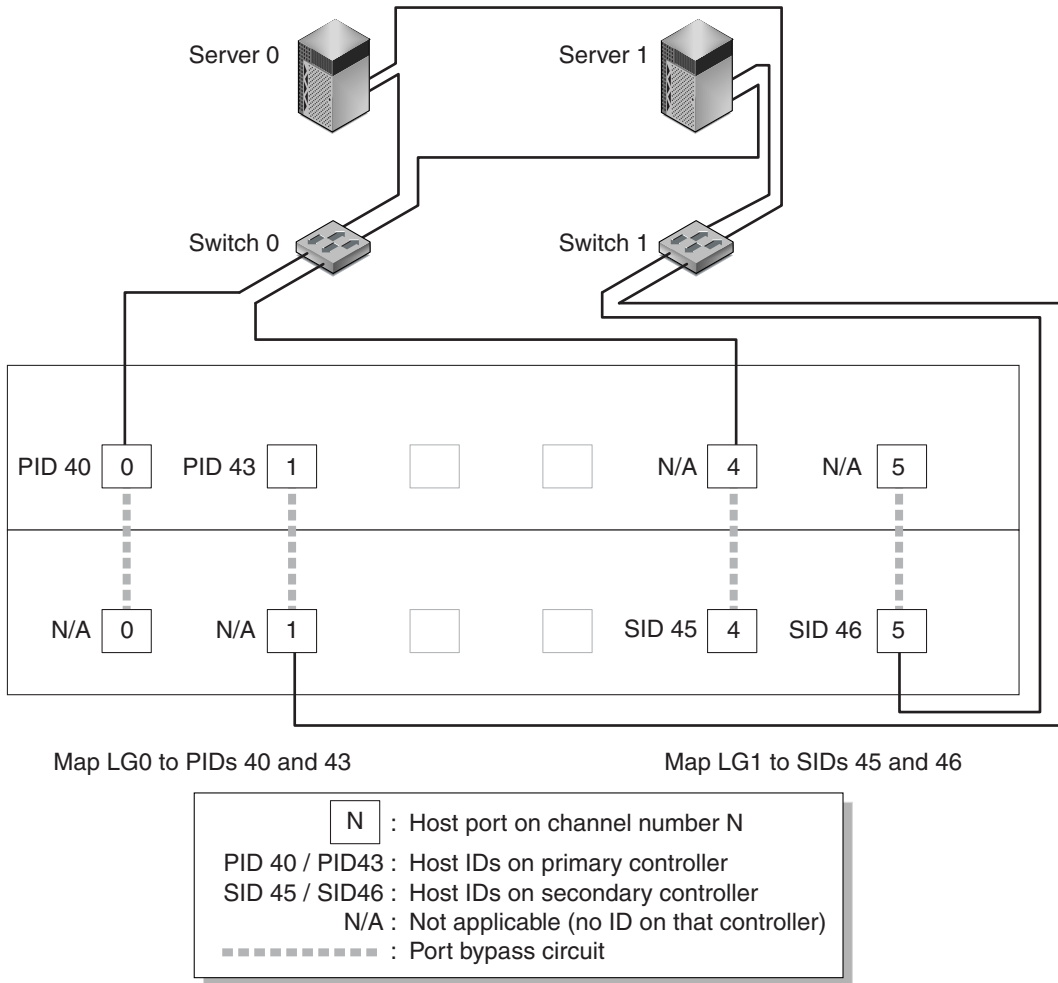
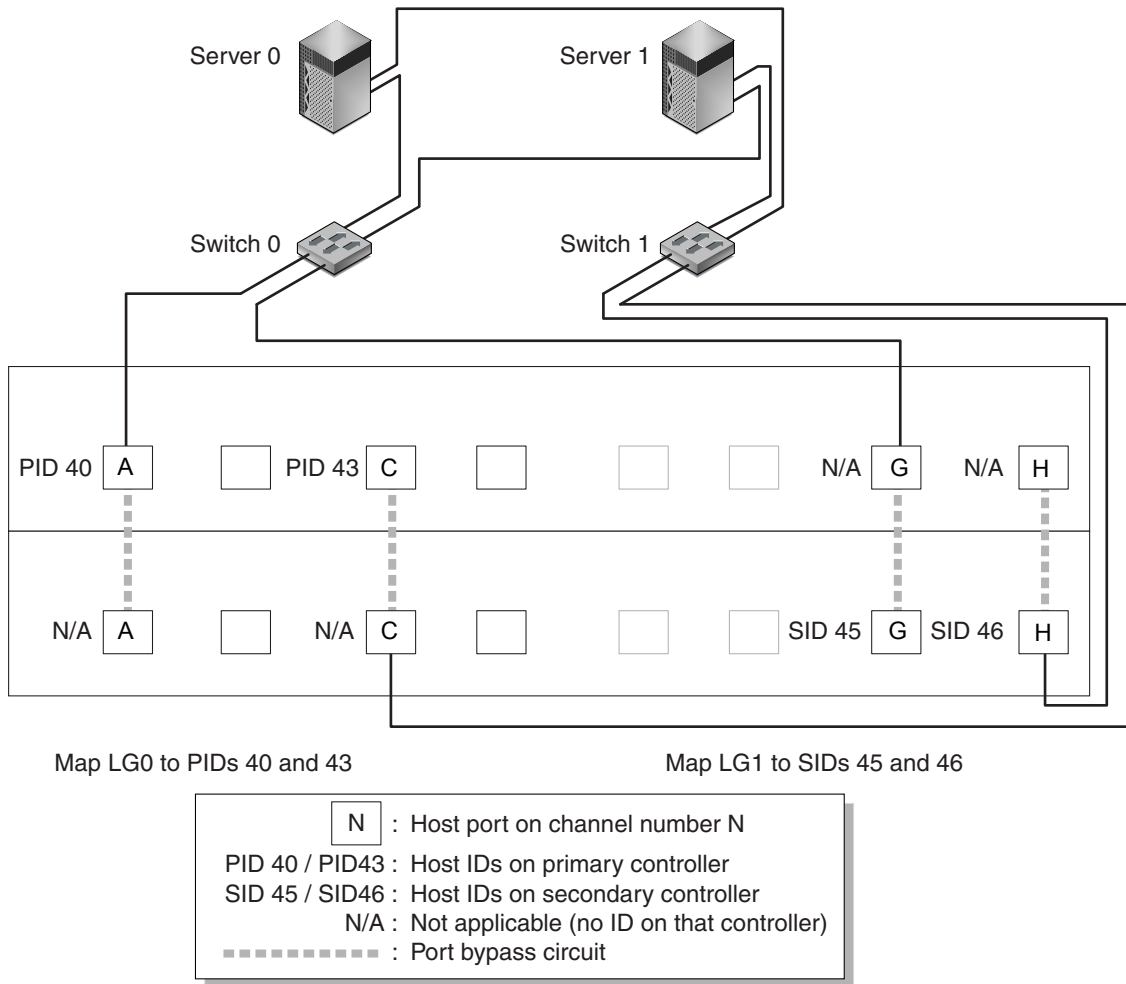

图 5-1 带有一个双控制器 Sun StorEdge 3510 FC 阵列和两个交换机的点对点配置
图 5-2 带有一个双控制器 Sun StorEdge 3511 FC 阵列和两个交换机的点对点配置
- 如果有两个交换机并设置多路径（以便在任何交换机故障或拆除任何 I/O 控制器模块时保持所有逻辑驱动器连接的可操作性），请确保将每个逻辑驱动器都映射到两个端口（每个 I/O 控制器模块上一个以及两个通道上）。必须将两个映射到每个逻辑驱动器的端口用电缆连接到两个独立的交换机。有关此配置的示例，请参阅图 5-1 和图 5-2。
在图 5-1 和图 5-2 中，通过使用多路径软件对数据路径的重新路由，当发生以下情况时，每个逻辑驱动器仍然可以完全操作：
表 5-1 概述了基于图 5-1 和图 5-2 分配给逻辑驱动器 0 和 1 的主控制器和辅助控制器主机 ID。
请执行以下步骤（在本手册后面将有详述），以设置基于图 5-1 和图 5-2 的典型点对点 SAN 配置。